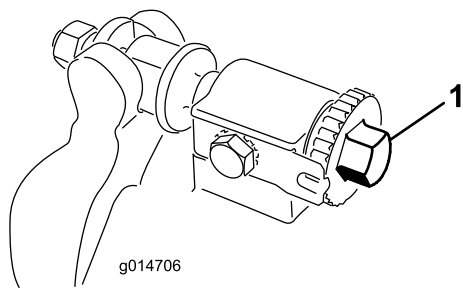
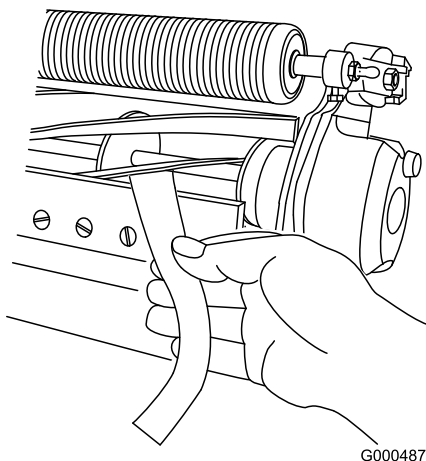

図 6
図 7
2. ベッド・バー調整ネジ(図 6)を左に回して、リールと下刃の接触を完全になくす。
4. リール前面の左右いずれかの端を選び、リールと下刃の間に長く切った新聞紙片を差し入れる（図 7）。リールをゆっくり前回転させながら下刃調整ネジを締める（図 6（新聞紙を入れた側の調整ネジを、1 目盛りつつゆっくりと）。新聞紙を引き抜くのに軽い力が必要な程度でよい。
むだけ、下から差し込むと切れるのが正しい調整である（図 7）。リールと下刃のごくわずかの接触で紙が切れなければいけない。接触を強くしないと切れない場合には、鋭利な刃先を取り戻して精密なカットができるようにバックラップか研磨を行うことが必要（Toro 研磨マニュアルを参照）。